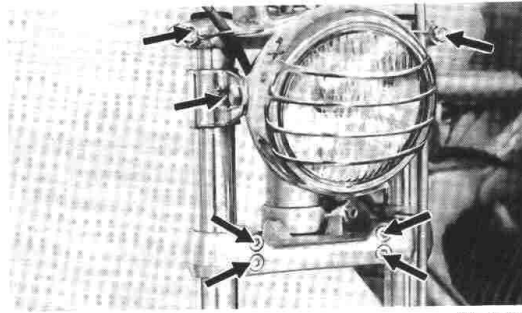

Fig. 5-7-1
1. With the front wheel, front fender, speedometer and front brake cable removed, the fork legs can be removed from the upper and lower brackets by loosening upper and lower pinch bolts and head light stay holding bolts. (Fig. 5-7-1)
1. La roue AV, la garde-boue AV, les câbles du compteur de vitesse et du frein AV étant enlevés, on peut enlever les bras de fourche des étriers supérieur et inférieur en desserrant les boulons de serrage supérieur et inférieur et les boulons maintenant le phare. (Fig. 5-7-1)